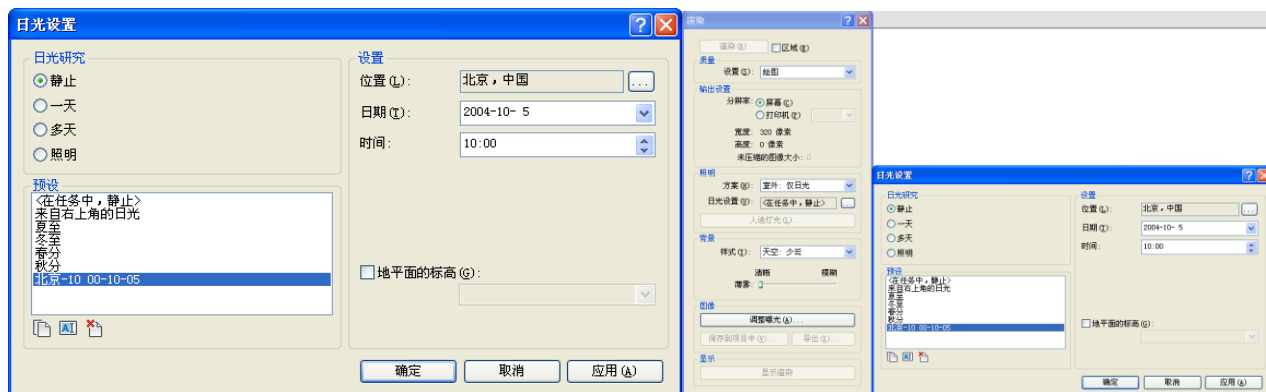

图 5-82
- 20) 点击屏幕下方视图控制栏中的模型图像样式，选择“显示渲染对话框”，打开菜单，打开“日光”一项的下拉菜单，选择“编辑/新建…”，点击“复制”，新建“日光”类型“北京-10.00-10-05”，并按如图内容进行设置，点击“确定”完成日光设置（如图 5-82 所示）。